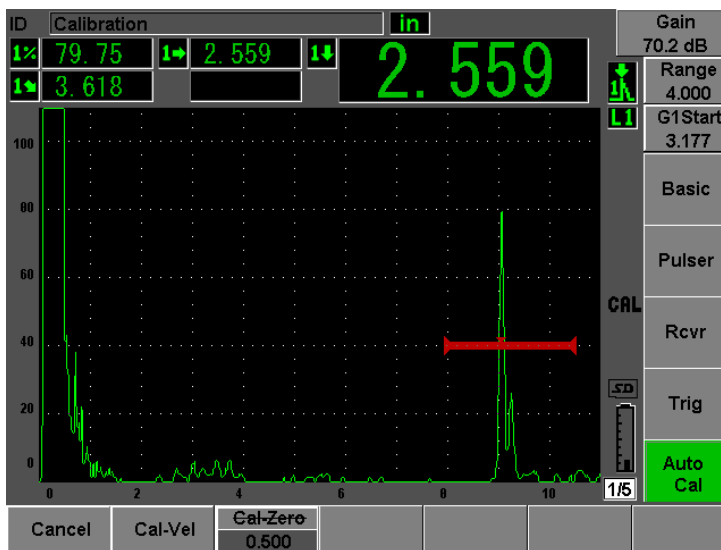

図 10-28 音速校正のためのゲート設定された信号の例
- ゲート内指示の既知の板厚値に一致するように（ここでは、0.500 インチ）値を調整します。次に、“**続行 : Continue**”を選択し、2 番目の校正ステップへ進みます（196 ページ図 10-28 参照）。